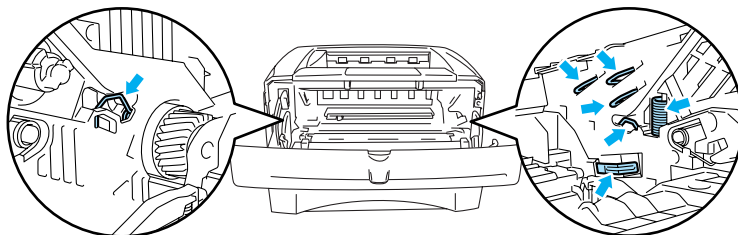

Figura 5-17
- Para evitar que se produzcan daños en la impresora por electricidad estática, no toque los electrodos que se muestran en la figura 5-17.